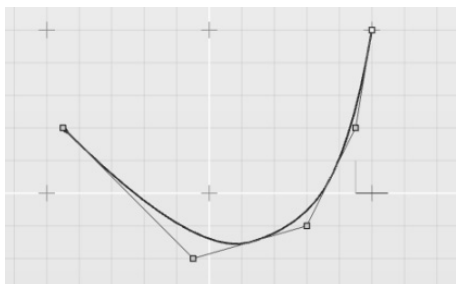

图 3-17 在曲线末端插入控制点
6) 选中曲线上末端的控制点, 单击鼠标左键以添加控制点。插入完成后, 按〈Enter〉键或空格键结束。该操作可在曲线末端插入任意数量的控制点, 以延长曲线, 如图 3-17 所示。